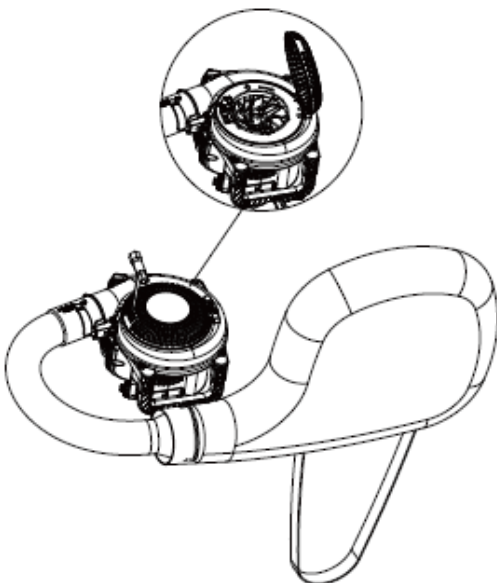

Fig. 6
3) Insérez la pointe d'un tournevis à tête plate ou la clé à bougie (fournie) verticalement dans la fente du couvercle d'admission d'air, tournez l'outil dans le sens antihoraire pour déverrouiller le couvercle d'admission d'air et ouvrez-le (Fig.6).